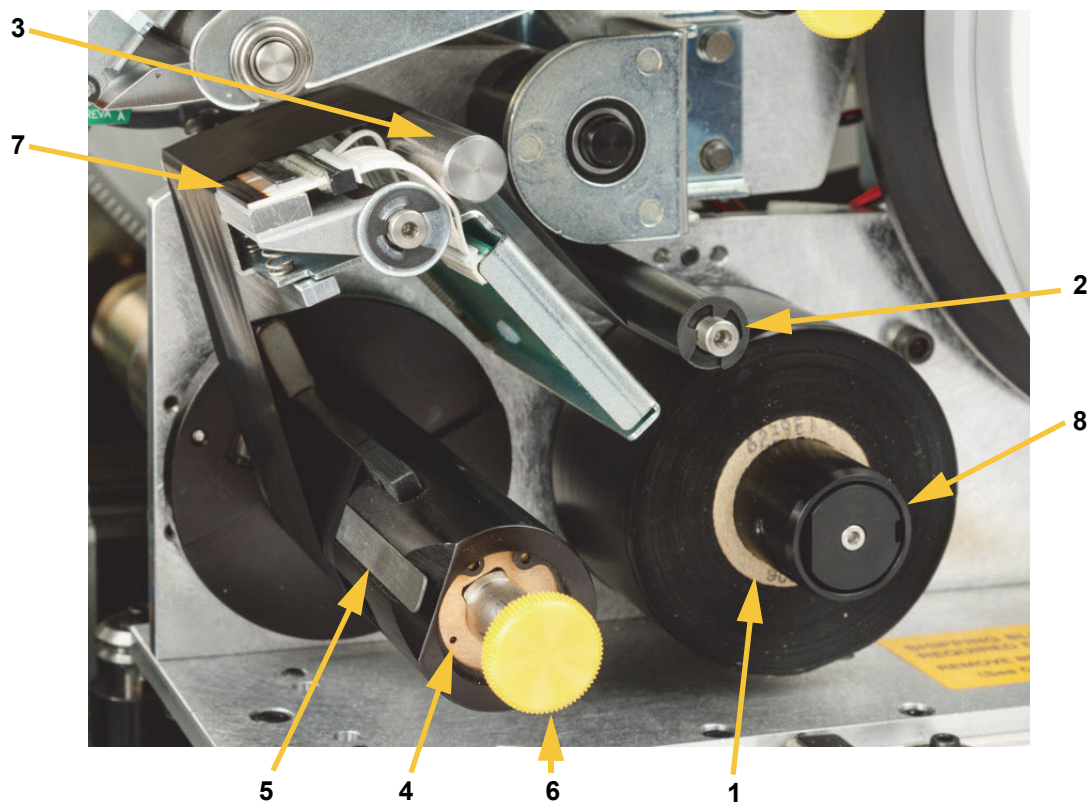

图 4-11. 色带路径部分
如果当前已加载色带，请将其取出（请参见图 4-11，位于第 4-21 页）：
- 先从导辊底部，然后越过导杆和打印头，穿装色带。请参见图 4-11，位于第 4-21 页。
- 如图 (A) 所示，从夹子底部馈送色带，直到约 1" 色带通过夹子为止。
注意： 确保色带卷与背面凸缘齐平安装，并如 图 4-11，位于第 4-21 页 所示排布。